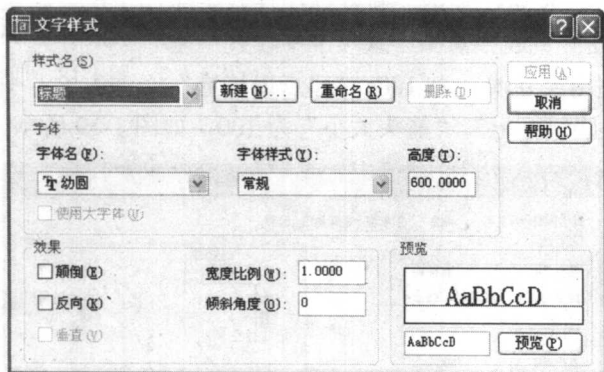

图 1-16 “标题”文字样式参数
(3) 单击“确定”按钮,返回“文字样式”对话框。在“字体名”下拉列表框中选择“幼圆”选项,设置“高度”为 600、“宽度比例”为 1,如图 1-16 所示。